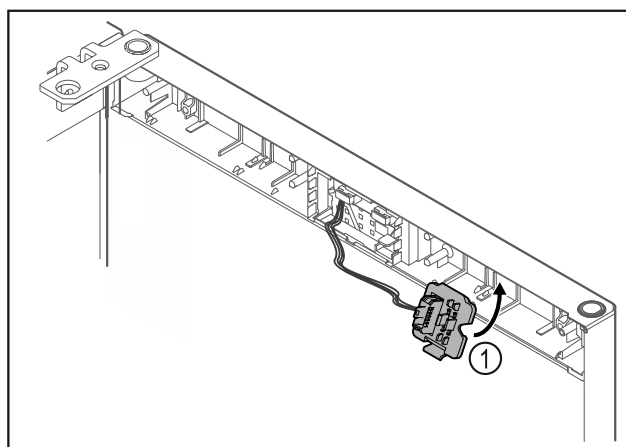

Fig. 25
- Innestare il porta-connettore Fig. 25 (1) sul lato opposto.